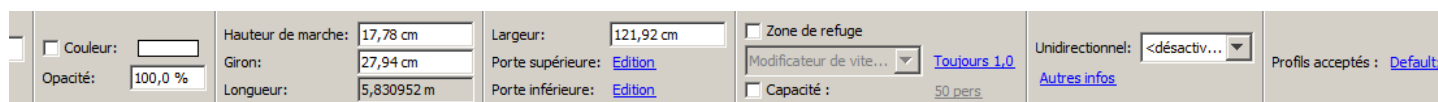

Figure 3.28 : le panneau des propriétés de l'escalier
Les escaliers possèdent plusieurs propriétés qui permettent de contrôler leur géométrie et le comportement des occupants qui s'y déplacent. Lorsqu'un escalier est sélectionné, on peut voir ses propriétés dans le panneau des propriétés de l'escalier, comme illustré à la figure 3.28.
2. Sélectionnez l'escalier (ou plusieurs escaliers) pour que ses propriétés soient visibles dans le panneau des propriétés, comme illustré à la figure 3.28.